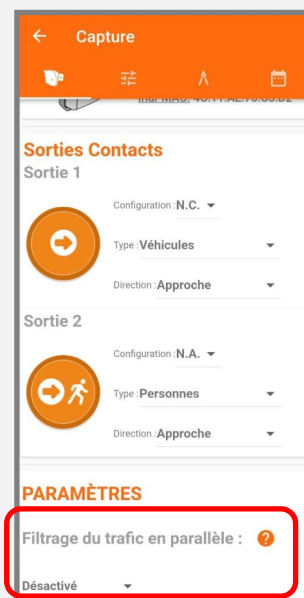

Fig 3
- 3) Activez le filtrage du trafic parallèle avant de calibrer. Fig 3